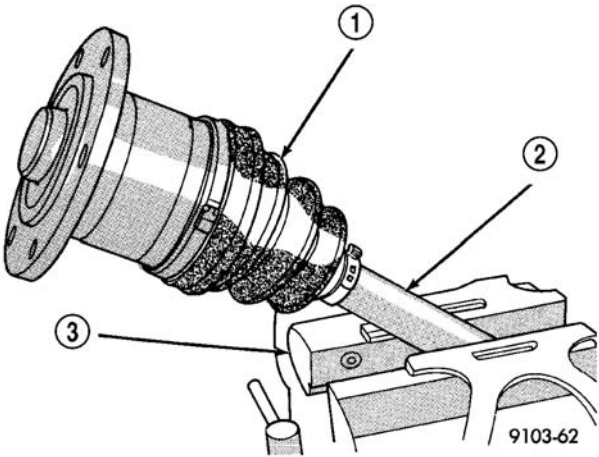

图 7 将轴夹在软颚式台钳内
- (1) 从车辆拆下半轴。(参见 3—差速器与传动系 / 半轴—拆卸)
- (2) 将半轴夹在合适的台钳中。台钳要有保护性钳夹，钳夹要夹在半轴的连接轴上 (图 7)。